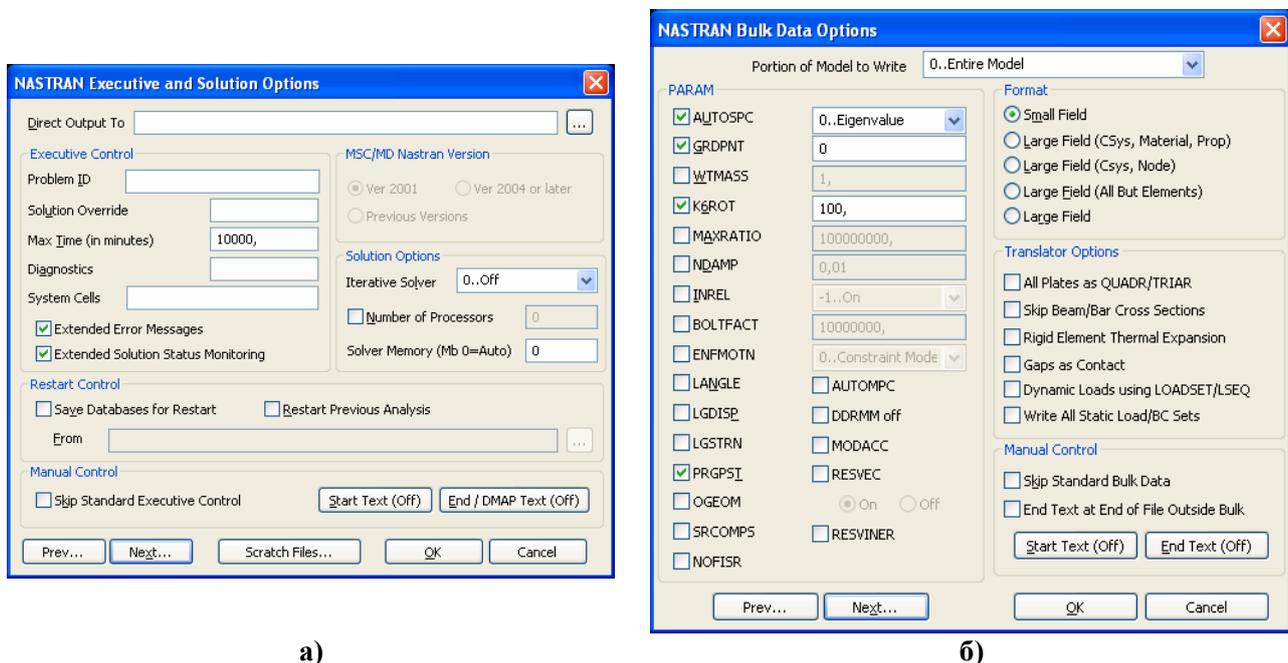

Рис.4.15. Диалоговые панели настройки данных и параметров секций „NASTRAN Executive/Solution” (а) и „Bulk Data” (б) файла \*.dat
„NASTRAN Executive and Solution Options” (см. рис.4.15-а). На ней в секции „Restart Control” для создания файла рестарта типа \*.MASTER инициируются опция „Save Databases for Restart” и (когда предыдущим процессом уже создан файл рестарта типа \*.MASTER) опция „Restart Previous Analysis” (провести рестарт предыдущего анализа), а в поле „From” выбирается соответствующий файл рестарта типа \*.MASTER (рестарт необходим для нескольких типов задач, о чем будет указано в соответствующих местах).
Подраздел „Executive/Solution” раздела „Options” на диалоговой панели „Analysis Set Manager” настраивается с помощью диалоговой панели „NASTRAN Executive and Solution Options” (см. рис.4.15-а).
Подраздел „**Bulk Data**” (все детали модели для Nastran) раздела „**Options**” настраивается с помощью диалоговой панели „**NASTRAN Bulk Data Options**” (см. рис.4.15-б).
**Примечание 4.5.** Если с помощью кнопки „**End Text**” панели „**NASTRAN Bulk Data Options**” (см. рис.4.15-б) в файл \*.dat ввести строку **PARAM, USETPRT,0**, то в файл \*.f06 будут выведены таблицы со всеми множествами степеней свободы.